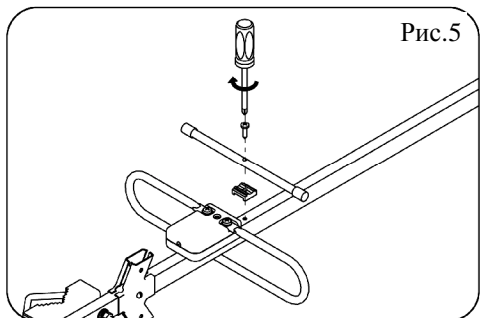

Рис.5
5.7. Установить трубчатый директор согласно рис.5, используя для крепления самонарезающий винт №3. Между штангой и директором поставить пластмассовую подкладку.